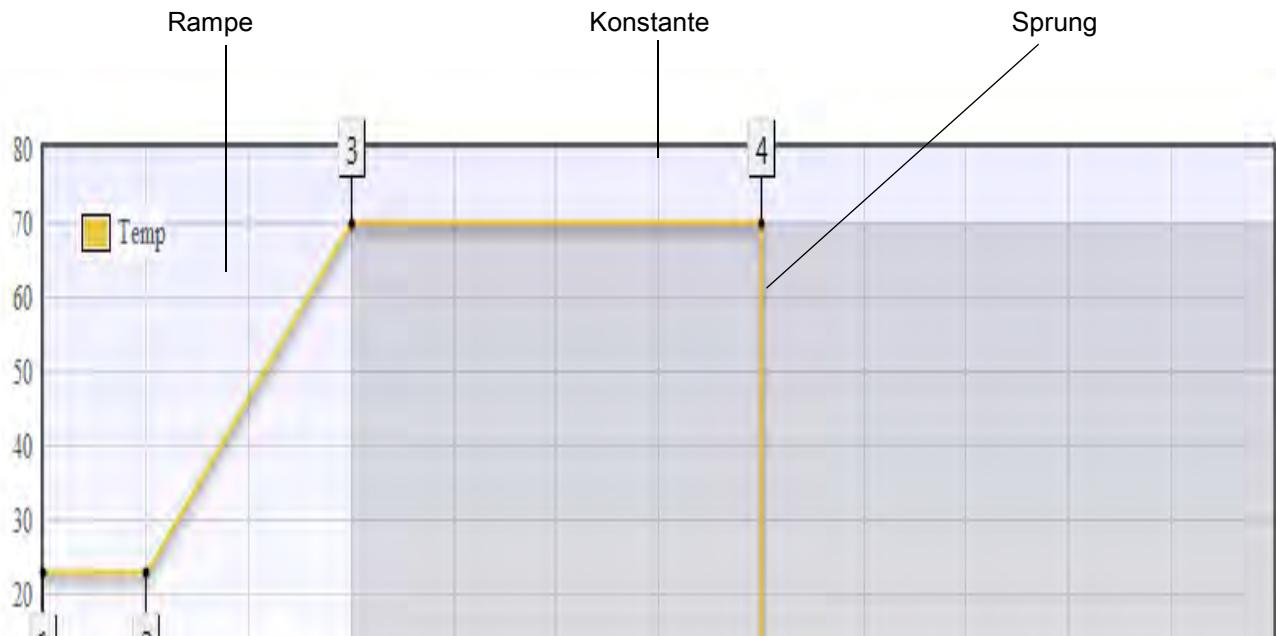

Abb. 6-1 Beispiel für ein Programm
Wenn Sie eine Rampe programmieren möchten, wie zwischen Schritt 2 und 3 in → *Abb. 6-1 »Beispiel für ein Programm«* (Seite 71), gehen Sie wie folgt vor:
- ▶ Einen weiteren Schritt programmieren. Dabei den Temperatursollwert aus dem vorherigen Schritt wiederholen, aber diesmal die gewünschte Dauer der Konstante definieren, vgl. Schritte 3 und 4 sowie Schritte 5 und 6 in → *Abb. 6-1 »Beispiel für ein Programm«* (Seite 71).
Wenn Sie einen Sprung programmieren möchten, wie zwischen Schritt 4 und 5 in → *Abb. 6-1 »Beispiel für ein Programm«* (Seite 71), gehen Sie wie folgt vor: